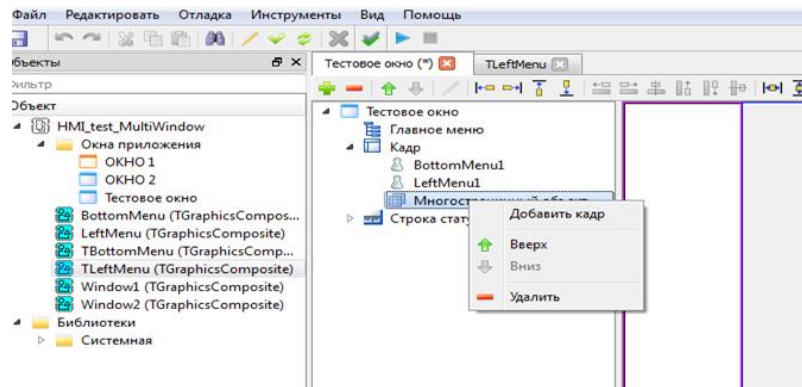

Рисунок 3.465 - Добавление кадра
14. В многостраничном объекте у нас будут два окна, которые мы планируем переключать между собой с помощью кнопок нижнего меню. Для создания окон выберите пункт Многостраничный объект и нажмите правую клавишу мыши. Далее вы выберите Добавить кадр (см. картинку рис. 3.465).